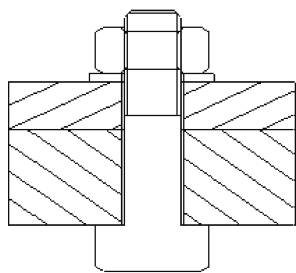

图 10-174 排除各零件的剖面线
(10) 在【修改剖面线】菜单中选择【下一个】选项，垫圈的剖面线呈加亮显示，选择【排除】选项，垫圈被排除，在垫圈零件上不再显示剖面线。
(11) 在【修改剖面线】菜单中选择【下一个】选项，螺栓的剖面线呈加亮显示，选择【排除元件】选项，螺栓被排除，螺栓零件上不再显示剖面线，如图 10-174 所示。